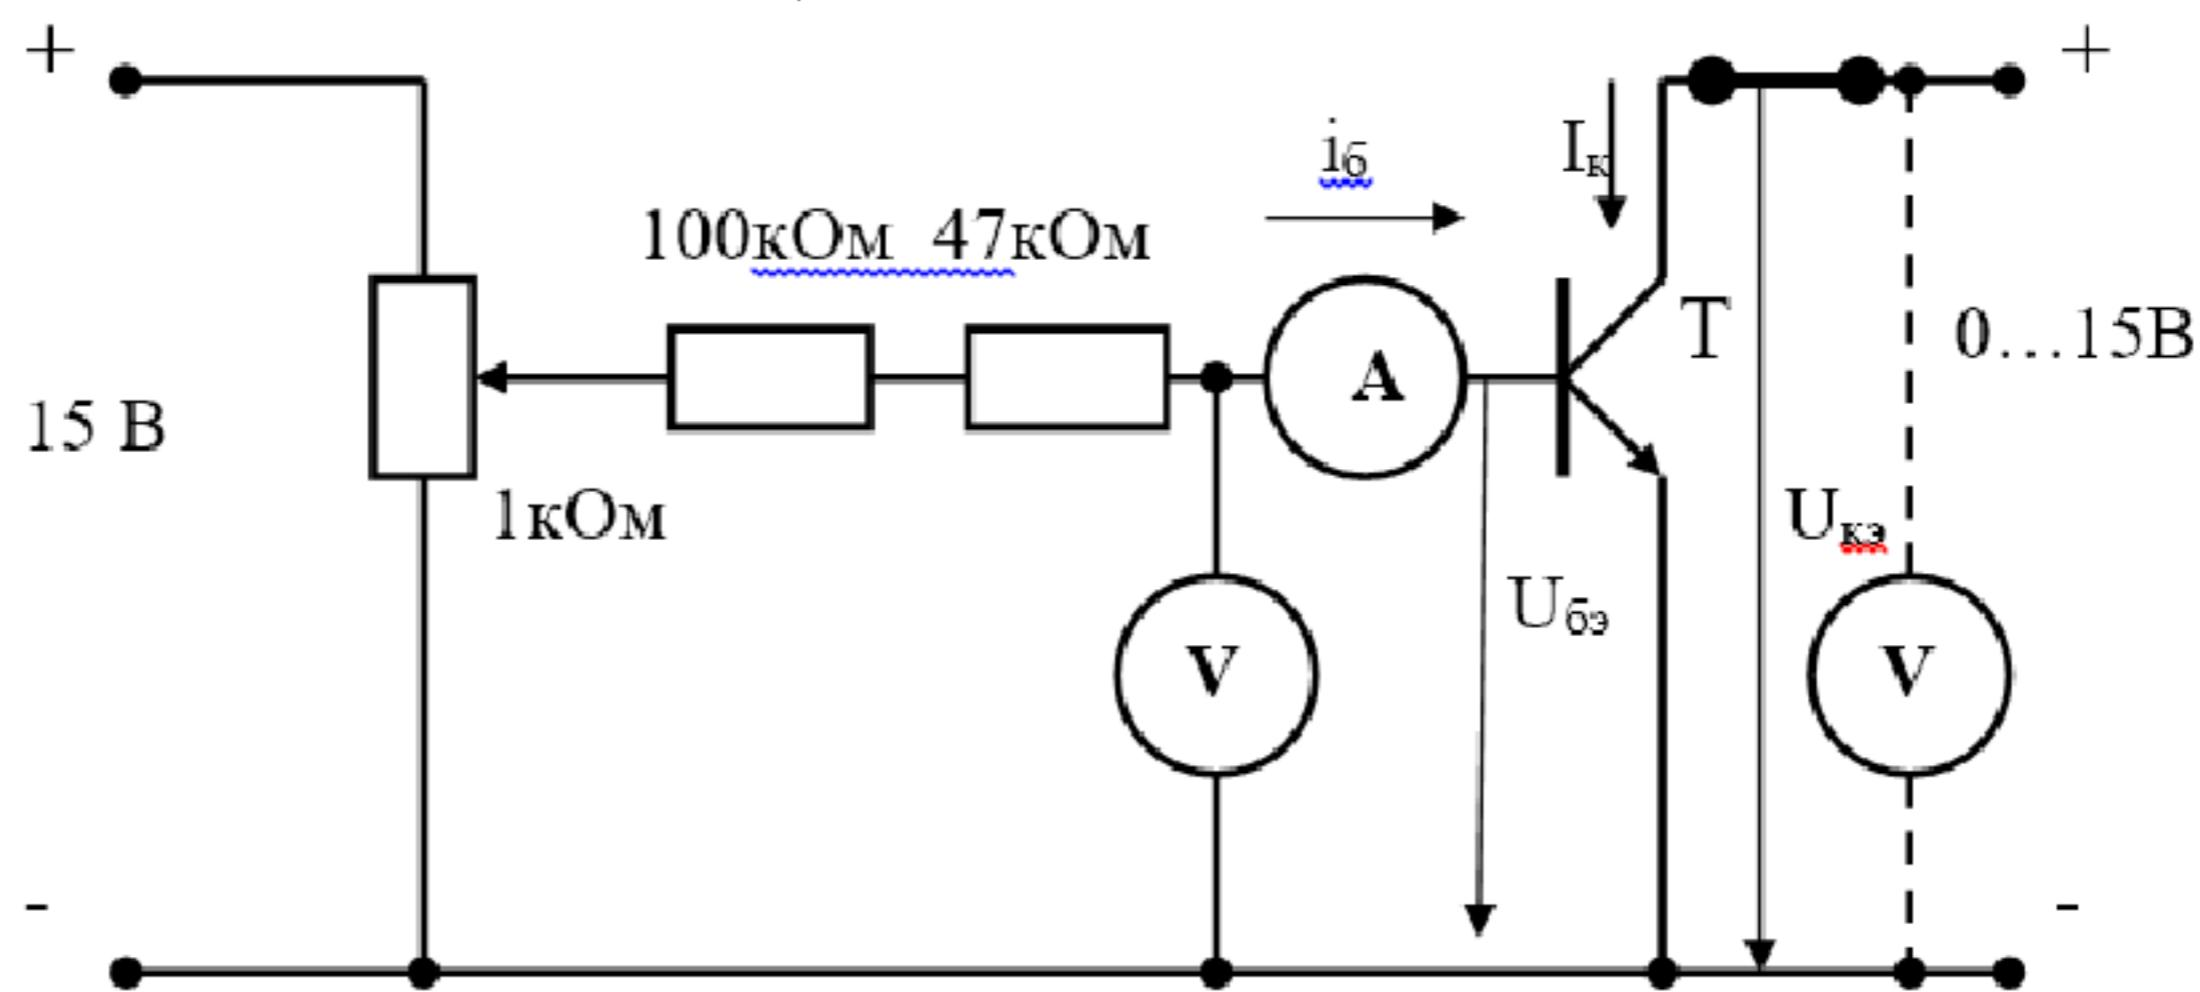

Рисунок 2.3
2. Собрать схему, изображённую на рис. 2.3. В схеме обязательно предусмотреть перемычку «Π», необходимую для изменения места включения миллиамперметра.